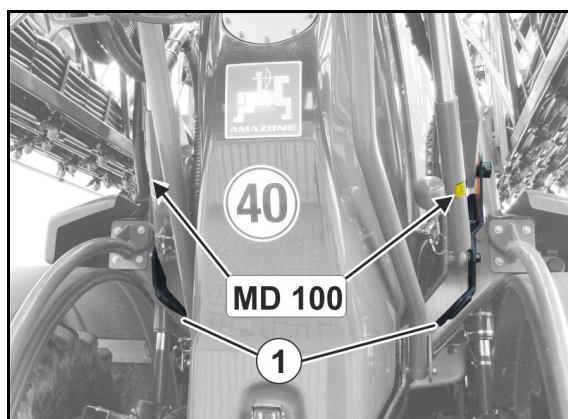

Fig. 5
- 2 Bagerste fastsurringspunkt (Fig. 5/1)